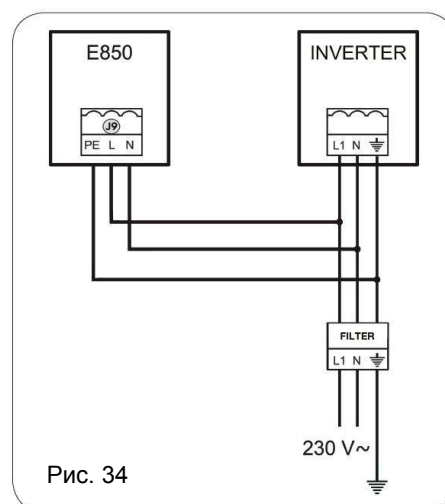

Рис. 34
11.4.5 РАЗЪЁМ J9 – ОСНОВНОЕ ПИТАНИЕ (РИС.34)